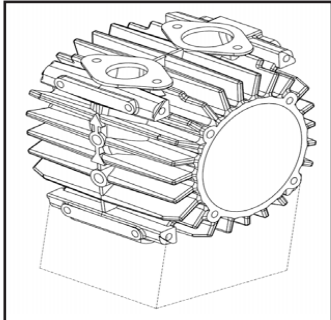

Abb. 25
1. Das Kompressorgehäuse mit den Öffnungen nach unten auf einen V-förmigen Block oder eine ähnliche Halterung stellen (siehe Abb. 25). Darauf achten, dass während des Einbaus kein Fremdkörper in den Kompressor gelangt. Sämtliche Innenflächen des Gehäuses, des Rotors, der Flügel und der Bleche MÜSSEN sauber und fettfrei sein.